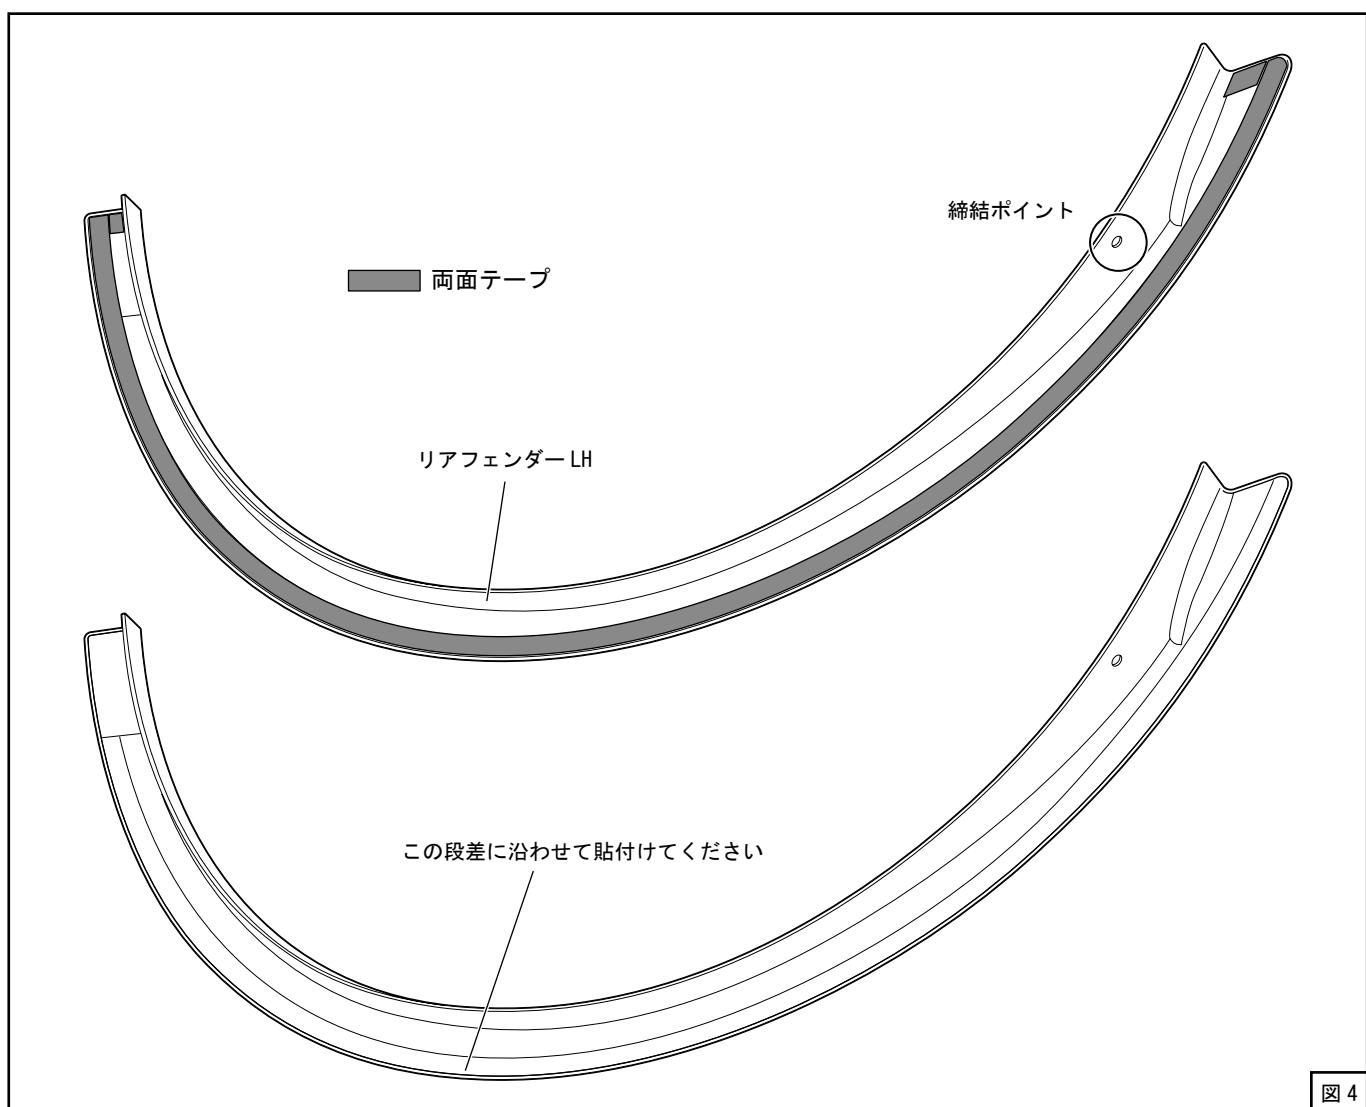

図 4
(5) 貼付け箇所を脱脂してリアフェンダー LH 裏面に両面テープを貼付けてください。(図 4)
それぞれ図 4 を参照してカットして使用してください。